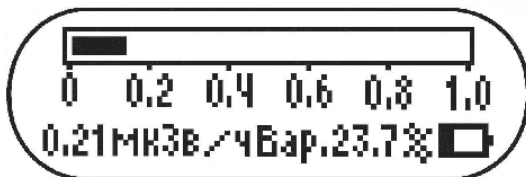

Рис.4. Варианты отображения информации о результатах измерений МАД на ЖК-дисплее дозиметра-радиометра
- Выбрать пункт «Измерение». На дисплее появится рабочее окно измерений, его вид определяется пунктом меню «МАД» ➤ «Дисплей». С появлением окна начинается цикл измерения. Время измерения определяется пунктом меню «МАД» ➤ «Время изм.», по умолчанию оно равно 20 секундам. По окончании цикла измерения на дисплей будут выведены его результаты. Варианты вида окна измерения представлены на рис.4.